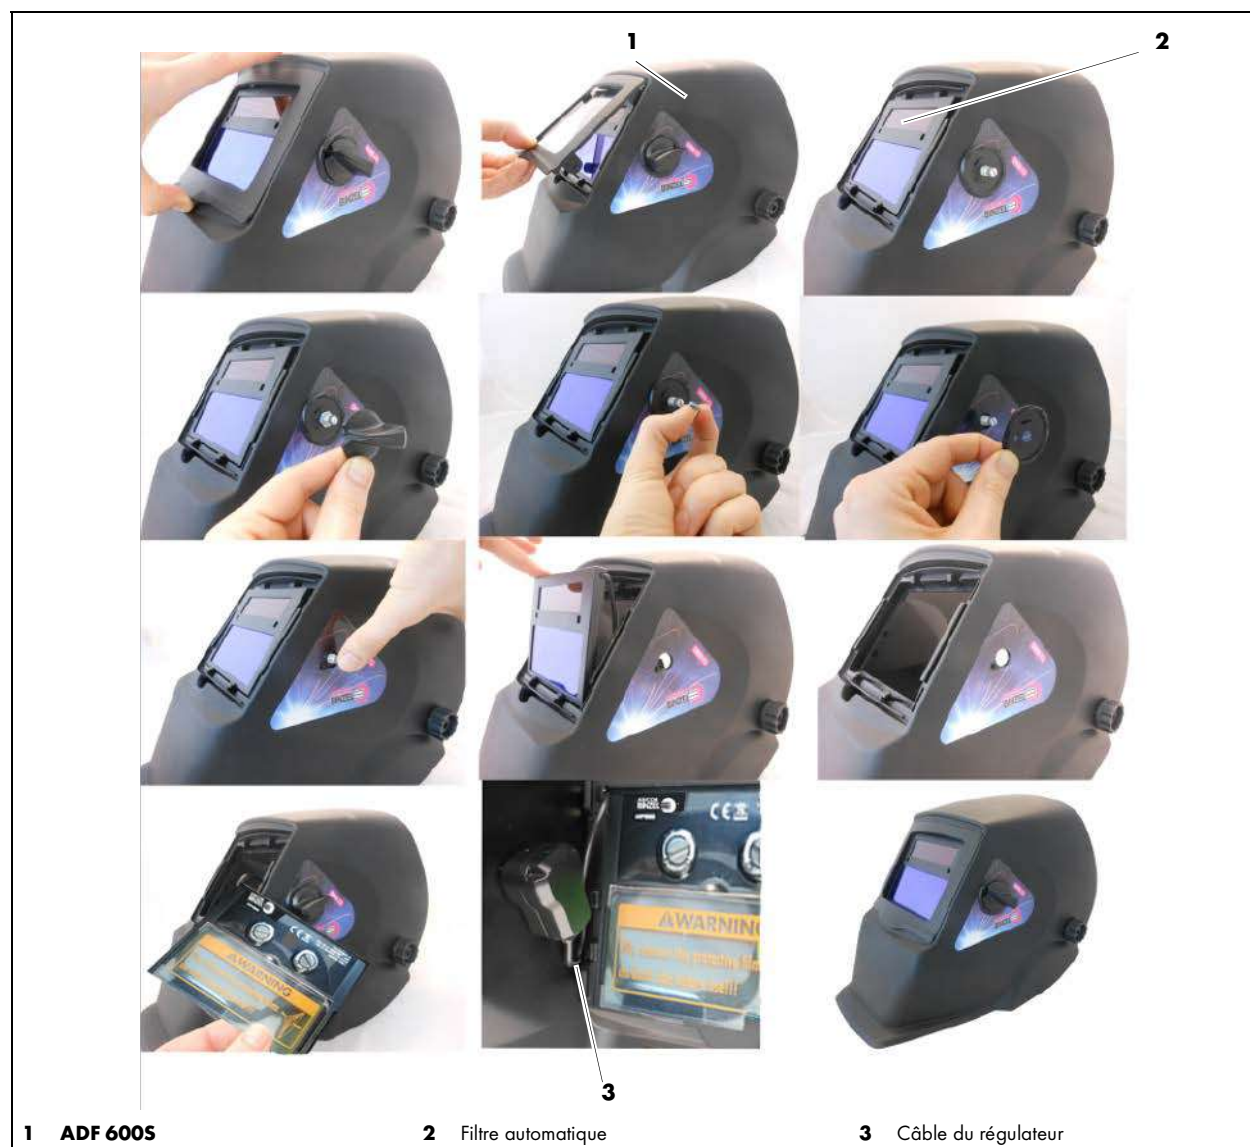

Fig. 11 Remplacer le filtre automatique
Remplacez le filtre automatique (2) :	⇒ Fig. 11 Remplacer le filtre automatique à la page FR-19